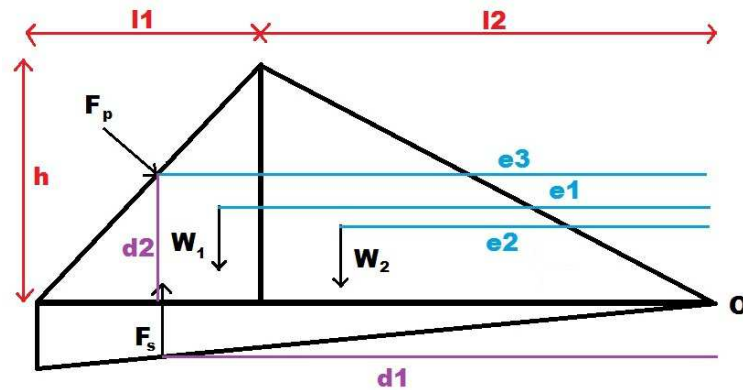

FIG. 3 – Moments du barrage-poids
2. Il faut trouver la masse volumique minimale du béton pour avoir l'équilibre des moments en O. D'après la figure 3 on a donc  $d_1 F_s + d_2 F_x = e_1 W_1 + e_2 W_2 + e_3 F_z$
En égalisant les deux expressions on obtient  $z_p = 2h/3$  et  $x_p = -2h/(3 \tan \alpha) = -2l_1/3$  avec  $l_1 = h / \tan \alpha$  et  $l_2 = h / \tan \beta$  (voir figure 3). Par conséquent  $e_3 = l_2 - x_p = l_2 + 2l_1/3$  et  $d_2 = h - z_p = h/3$ .